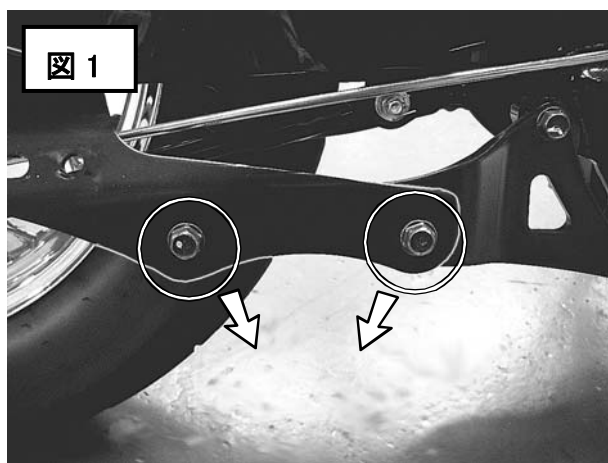

図 1
- ⑥ 純正マフラーステーを車体から取り外します。(図 1)